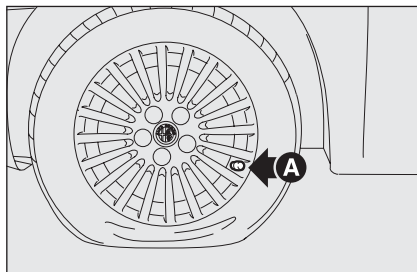

fig. 16
- ☐ coloque la rueda con la válvula **A**-fig. 16 en el sentido que se ilustra en la figura y después **accione el freno de mano**, saque el kit de reparación rápida y póngalo sobre el terreno cerca de la rueda en la que está interviniendo;